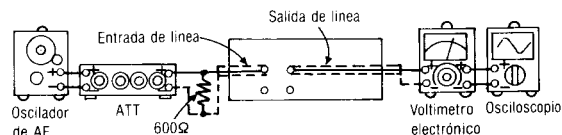

Fig. 3
1. La conexión del equipo de prueba se muestra en la Fig. 3.
5. Si no está dentro de la estandard, ajustar la platina B: RV5 (CH-1) [[RV6 (CH-D)]] y la platina A: RV7 (CH-1) [[RV8 (CH-D)]] y repetir el paso (2), (3) y (4) hasta que la salida esté dentro de la estandard.